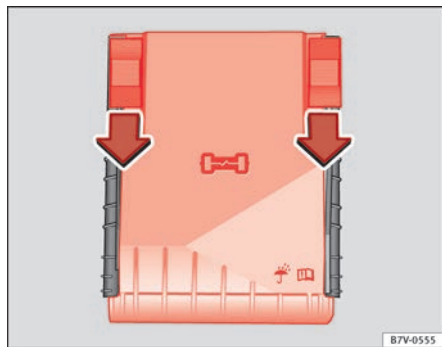

Fig. 200 En el vano motor: tapa de la caja de fusibles.
- Desplace las pestañas de bloqueo hacia delante, en el sentido que indica la flecha para desbloquear la tapa de la caja de fusibles ⇒ fig. 200.